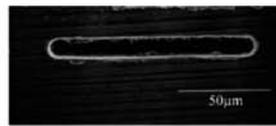

図 7
- ・微細溝の加工例：黄銅・幅 $10\mu\text{m}$ (図 7)